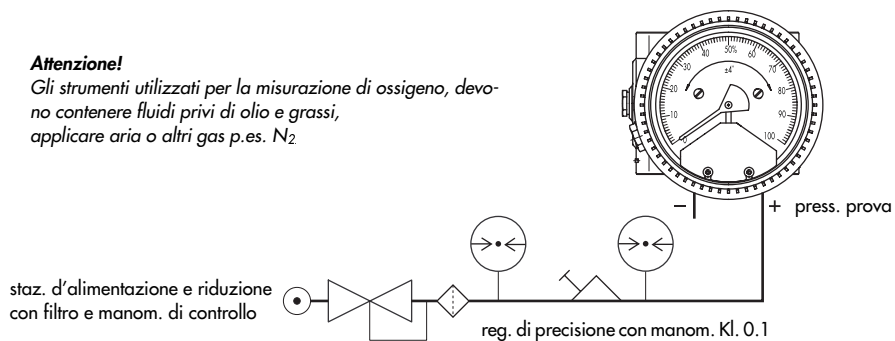

Fig. 8 - Spostamento del campo di misura e disposizione di controllo.
2. Svitare il pannello (2, fig. 8).
3. Svitare entrambi le viti di scala (5, fig. 8), Rimuovere il quadrante sollevandolo verso l'indicatore e sfilarlo verso l'alto.
4. Fate scorrere da destra l'unità di misura (2) sul misuratore (3) in modo che le banderuole entrino nei contatti di prossimità senza toccare quest'ultimi.
5. Fissare l'unità di contatto (2) mediante due viti con intaglio (5) sul misuratore.
7. Inserire la scheda (1) da sinistra nella scanalatura di posizione e fissarla con una vite a croce (6).
8. Sostituire il tappo all'interno del corpo del misuratore con un pressacavo (8) dalle dimensioni M12x1,5.
10. Installare il quadrante nuovamente sul misuratore e fissarlo con le viti della scala (2, fig. 8). Verificare la posizione del punto zero secondo cap. 5.1.